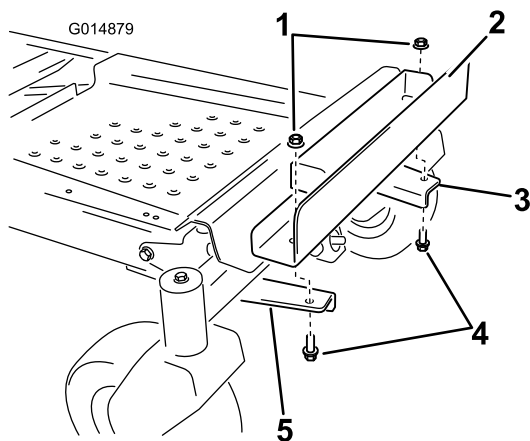

Bild 6
6. Befestigen Sie die Ballasthalterung an den Befestigungshalterungen (Bild 6). Fluchten Sie die inneren Löcher in der Halterung mit den vorher montierten Befestigungshalterungen aus. Stellen Sie sicher, dass die Halterung im Rahmen zentriert ist. Befestigen Sie sie mit zwei Schrauben (3/8" x 1") und zwei Sicherungsmuttern (3/8").